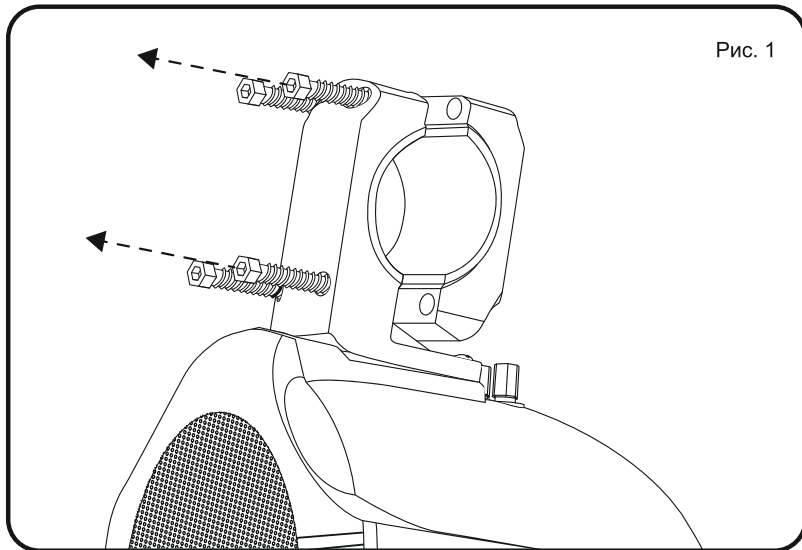

Рис. 1
(1) Уберите стопорные гайки и зажим с акустической системы (см. рис.1)